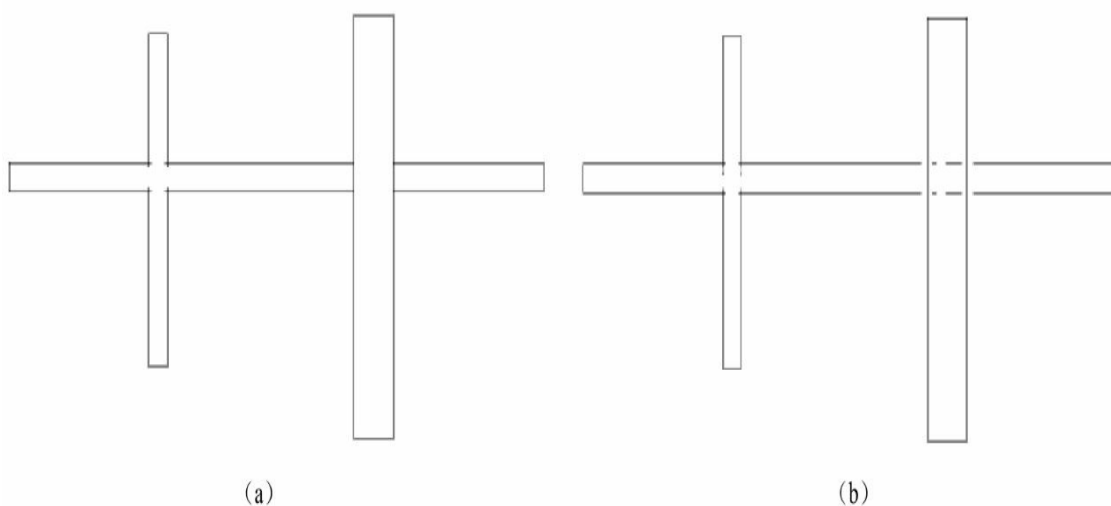

图3-40
- 绘制 MEP 隐藏线：指将按照“隐藏线”选项所指定的线样式和间隙来绘制管道。图3-40（a）所示为不勾选的效果，图3-40（b）所示为勾选的效果。